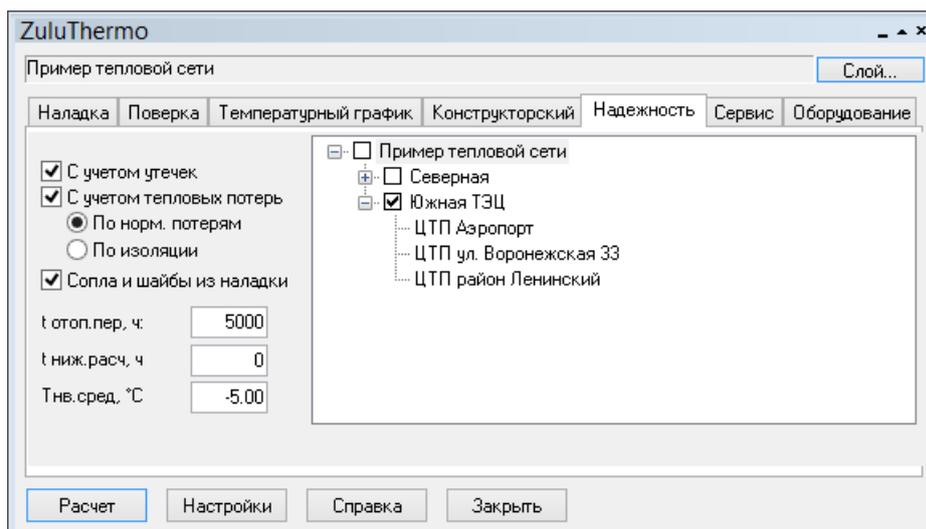

Рисунок 15.3. Выбор источника для расчета
4. Отметьте источник, для которого будет производиться расчет и установите флажок напротив соответствующего названия. (см. Рисунок 15.3, «Выбор источника для расчета»)